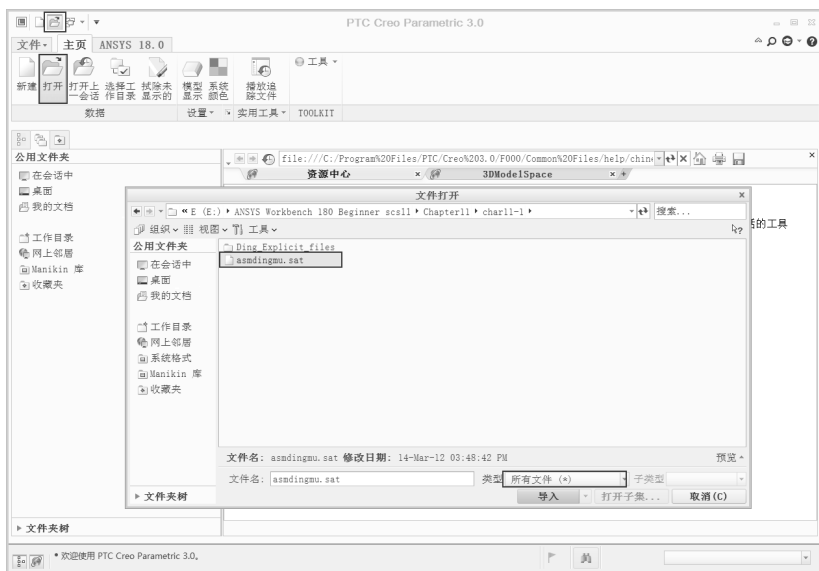

图 11-2 读入几何文件
Step2 :单击工具栏中的  按钮,在弹出的如图 11-2 所示的“文件打开”对话框中做如下操作。